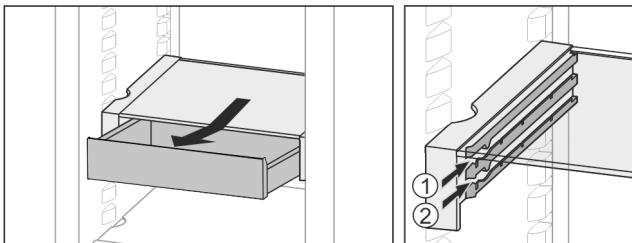

Fig. 28
- ▶ L'insérer à n'importe quelle hauteur Fig. 28 (1) ou Fig. 28 (2).